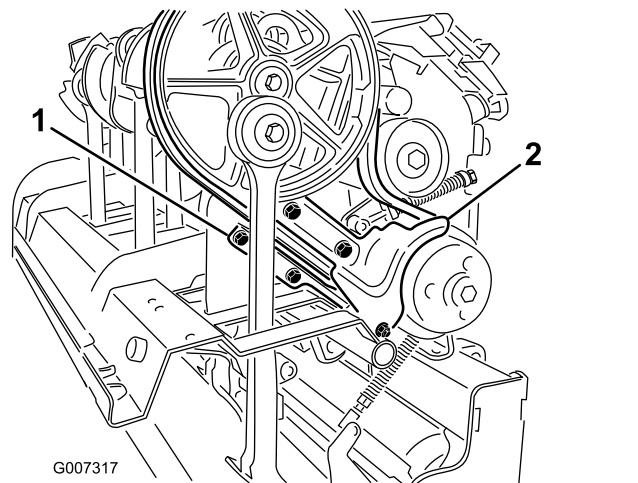

Bild 37
3. Nehmen Sie die Befestigungen ab, mit denen das Schmutzschutzblech und das untere Riemenschutzblech befestigt sind (Bild 37). Nehmen Sie das Schmutzschutzblech und das untere Riemenschutzblech ab.